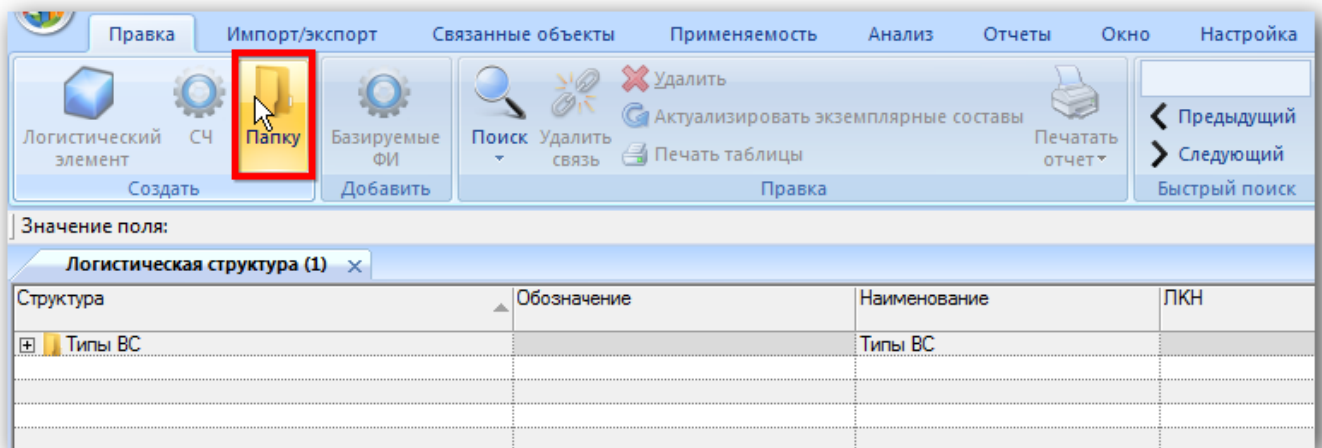

Рис. 10-8 – Выбрать папку или создать новую
2) При необходимости создать новую папку. Для создания новой папки выбрать функциональную закладку «Правка» и нажать кнопку «Папку» панели «Создать» (рис. 10-8).